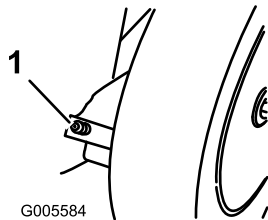

Bild 17
5. Wischen Sie die Schmiernippel mit einem sauberen Lappen ab (Bild 17).